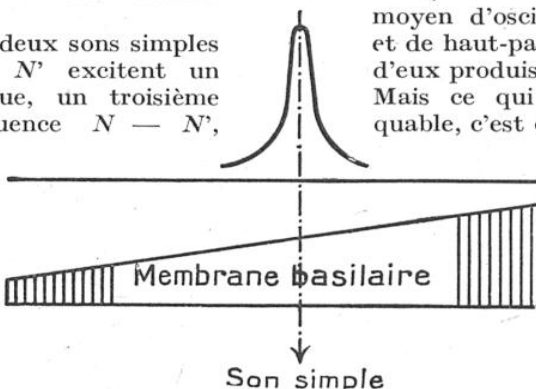

FIG. 5. — LA COURBE SITUÉE AU-DESSUS DE
*L'oreille crée des sons* : quand on émet un son simple de fréquence  $N$ , ce n'est pas seulement, contrairement à ce qu'admet l'hypothèse de « la harpe », la corde dont la fréquence propre est  $N$  qui entre en résonance dans la membrane basilaire, mais toute une région de cette membrane située de part et d'autre, sur la corde considérée. Portons horizontalement (abscisses) (fig. 5) les positions des cordes sur la membrane basilaire, et verticalement (ordonnées) les amplitudes des mouvements oscillatoires qu'elles effectuent de part et d'autre de leur position d'équilibre ; notre figure montre alors la « courbe de résonance » de la membrane pour le son simple considéré. Si notre hypothèse nouvelle est vé-